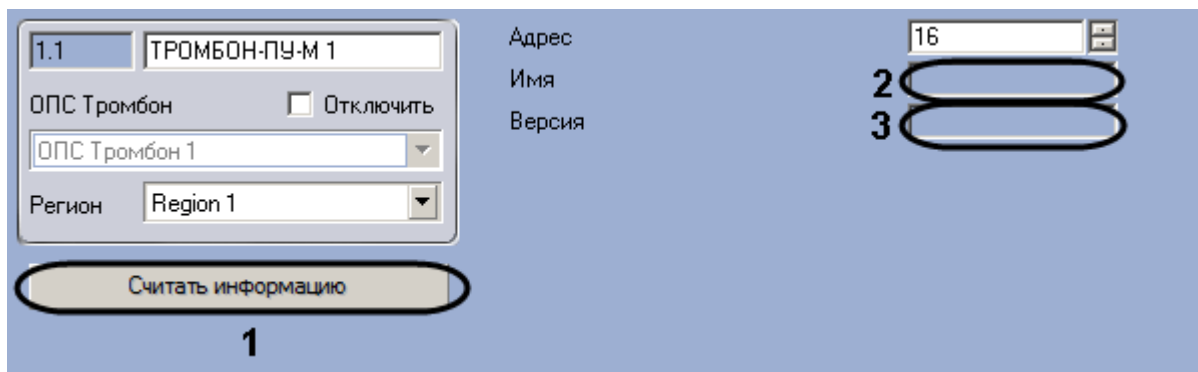

Рис. 3.6—1 Считывание конфигурации прибора ТРОМБОН-ПУ-М
1. Перейти на панель настроек объекта **ТРОМБОН-ПУ-М** (Рис. 3.6—1);
2. Нажать кнопку **Считать информацию** (Рис. 3.6—1, 1).
После считывания конфигурации прибора *ТРОМБОН-ПУ-М* обновятся поля **Имя** (Рис. 3.6—1, 2) и **Версия** (Рис. 3.6—1, 3).